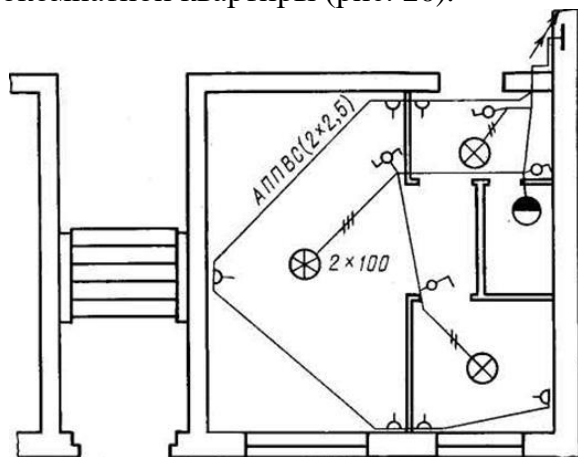

Рисунок 20
3. На основании этажного плана составить монтажную схему электропроводки однокомнатной квартиры (рис. 20).